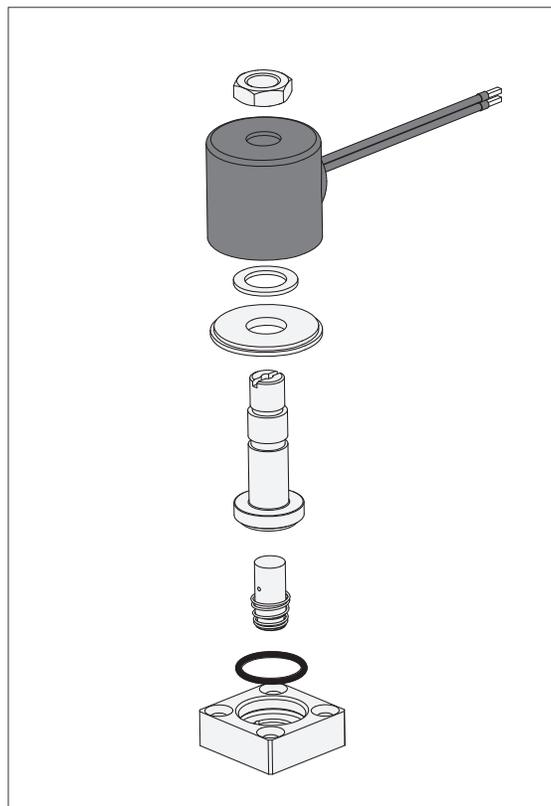

Abbildung 2. 40M-Ventil, Explosionszeichnung
1. Zerlegen Sie das Ventil (siehe Abbildung 2).